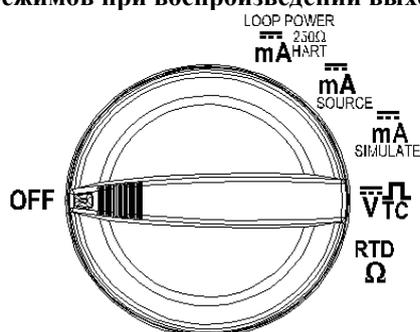

Рис. 4.
- Рис. 4 и Таблица 4 описывают функции выхода последующих 5-и положений переключателя (Калибратор).